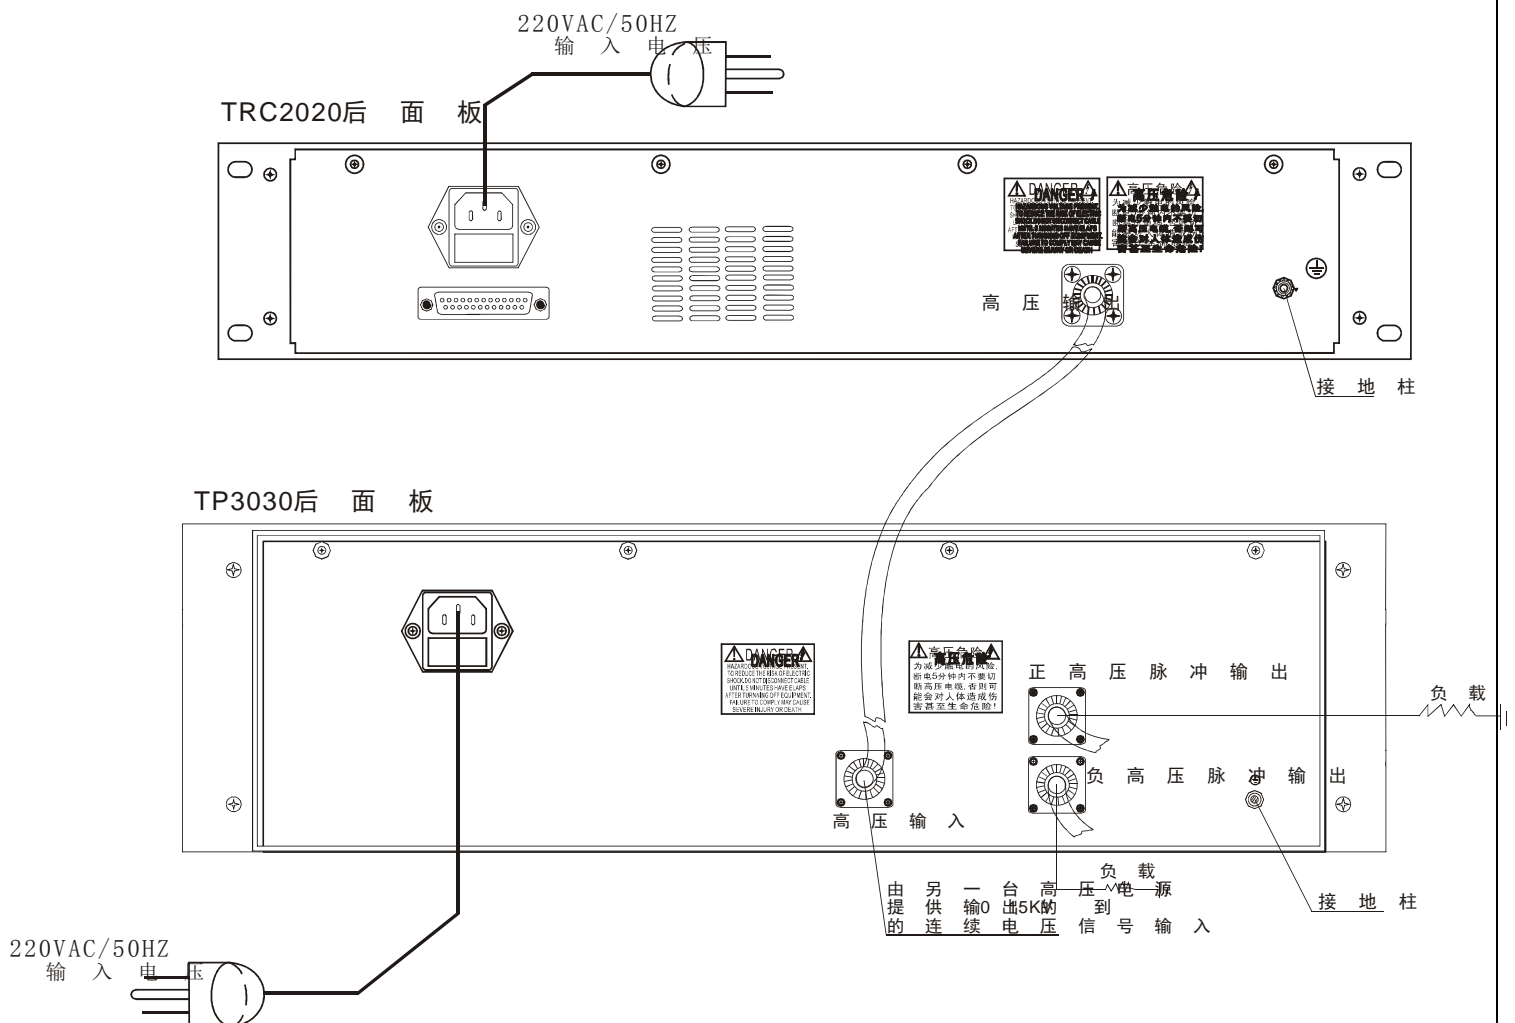

图 3.1 电源接线图
- E) 将 220VAC 插入电源后面板的三针插孔，电源的三孔插座一定要有地线。此电源工作时的连接方法如图 3.1。